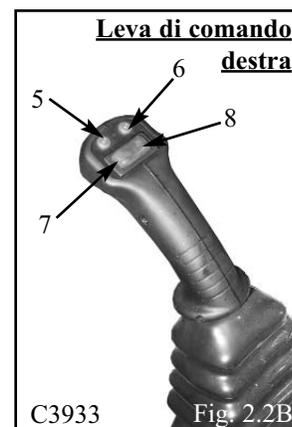

Fig. 2.2B
5. Interruttore degli indicatori di direzione di sinistra (non disponibile su tutti i modelli): è un interruttore istantaneo. Premendo e tenendo premuto questo interruttore si azionano gli indicatori di direzione di sinistra. Rilasciando l'interruttore si disattivano gli indicatori di direzione di sinistra (fig. 2.2B).